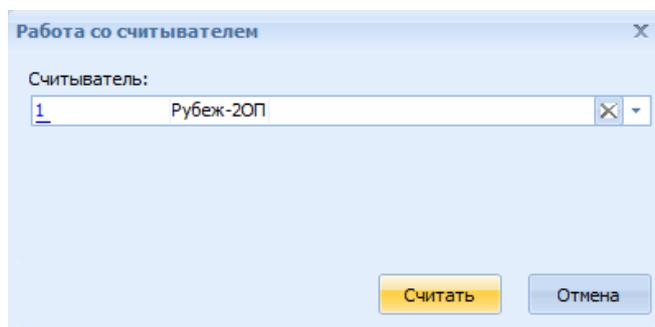

Рис. 38 Окно **Работа со считывателем**
- **Значение** – если идентификация сотрудника происходит по паролю, то следует ввести пароль, если идентификация при помощи магнитной карты, то с помощью кнопки  следует считать код с подключенного оборудования (Рис. 38);